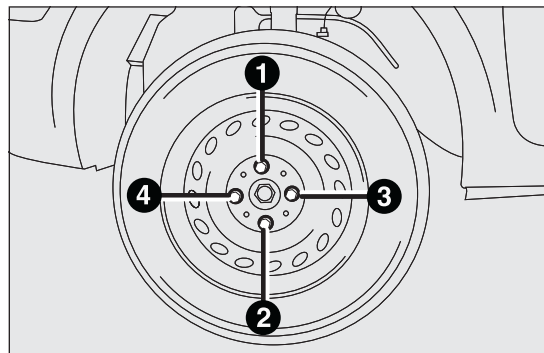

Abb. 101
- ☐ Die Radbolzen gleichmäßig über Kreuz mit der in Abb. 101 gezeigten Reihenfolge festziehen.
- ☐ Unter Benutzung des mitgelieferten Schlüssels die Radbolzen in der in der Abbildung dargestellten numerischen Reihenfolge festziehen Abb. 101;